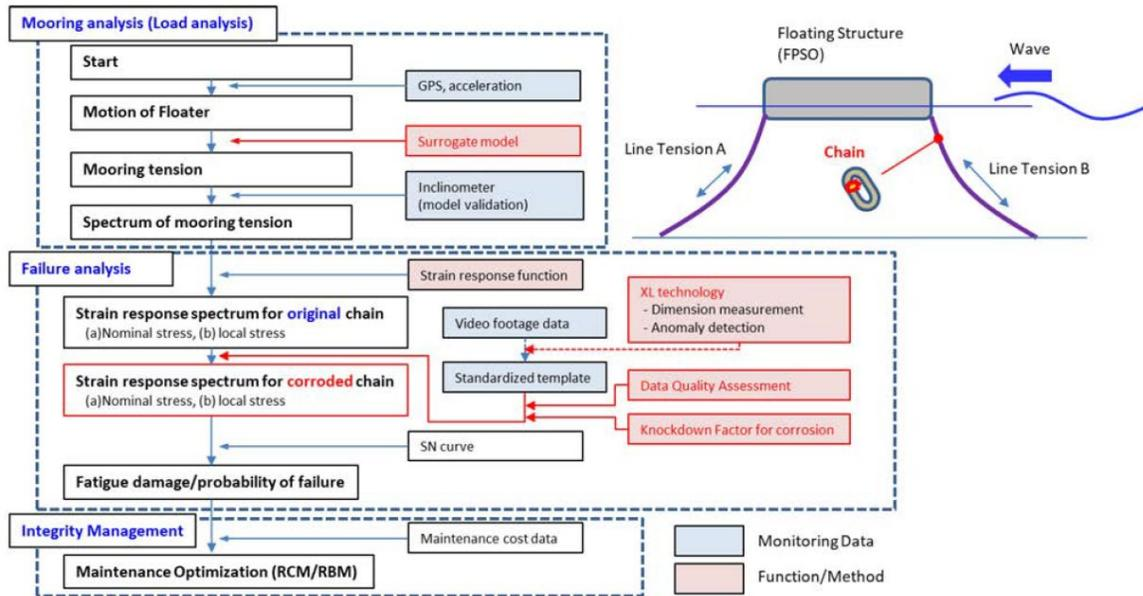

図1 デジタルツインプロセスのワークフロー
① 業界ワークショップによるニーズ・課題の詳細調査
- ・ 認証機関、オペレータ、係留設備ベンダーなど19組織から参加者を集めたワークショップを開催し、①異常検知/特徴抽出の自動化、②設備健全性解析、管理、③検査、保全管理に関するニーズや課題を調査、整理した。
② 係留ロープの検査データテンプレートの標準化
③ 手書き検査報告書への画像認識技術の適用性評価
④ 海中ビデオデータへの自動異常検知、特徴抽出技術の適用性評価
⑤ 係留デジタルツインプロセスの構築
- ・ デジタルツインの全体プロセスを、(i) 係留解析による張力予測、(ii) 構造解析による応力予測・寿命評価、(iii) 健全性管理の3つのサブプロセスに分けて開発した (図1)。